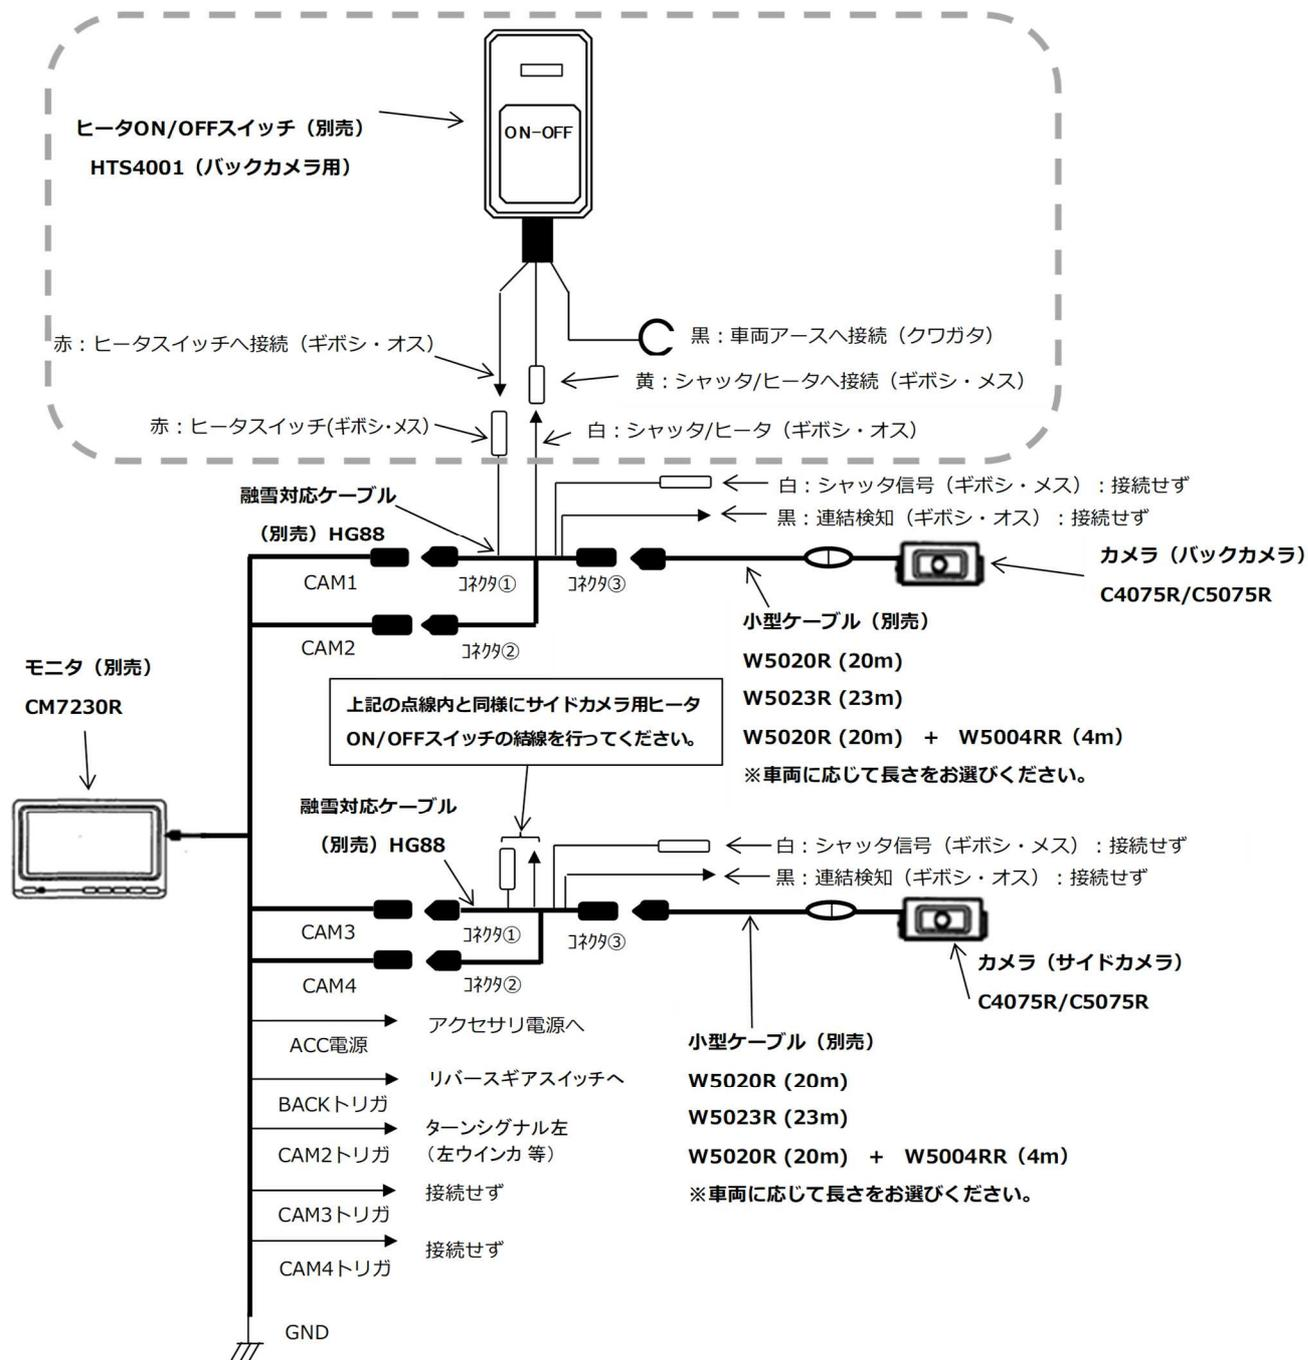

図2 2カメラ仕様の結線図
- (1) 融雪対応ケーブル (HG88) を2セット用意し、サイドカメラ用の追加カメラを下図の通り結線します。(図2参照)
- (2) ヒータON/OFFスイッチ (2個) をそれぞれの融雪対応ケーブル (HG88) に結線します。